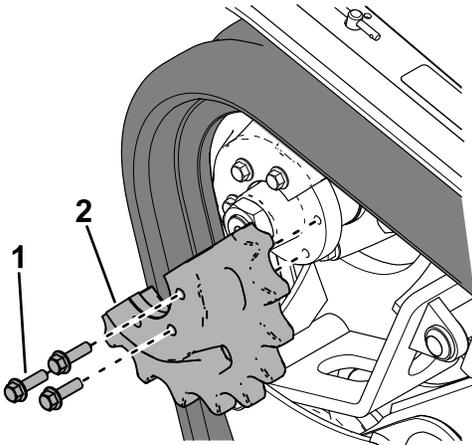

Figura 62
19. Aplique fijador de roscas a los pernos de la mitad del piñón de arrastre que retiró, e instale la mitad del piñón (Figura 62). Apriete los pernos a 95-115 N·m (70-85 pies-libra).